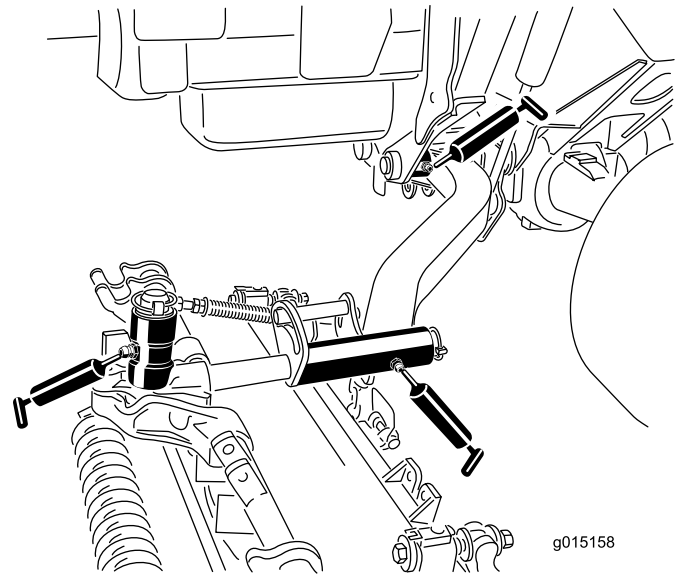

Bild 47
- Schneideinheit-Trägerrahmen (2 pro Schneideinheit) (Bild 47)
- Mähwerk-Hubarmgelenk (1 pro Schneideinheit) (Bild 47)
- Hubarm-Drehbüchsen (1 pro Schneideinheit) (Bild 47)